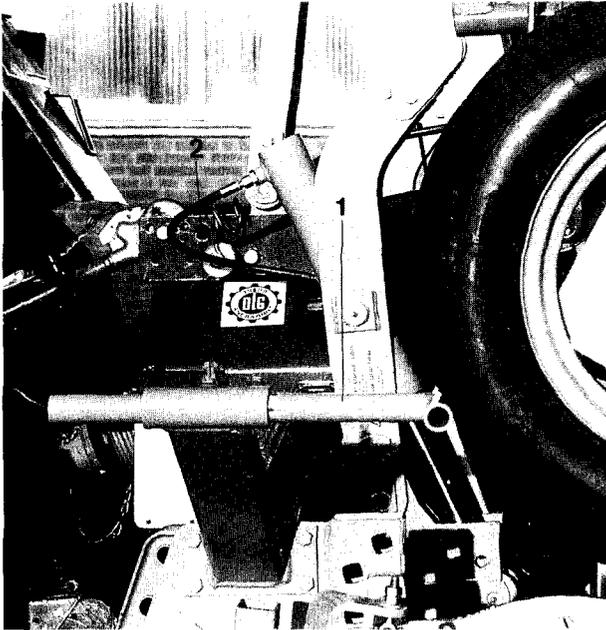

Fig.56
- △ Nach dem Anheben der Sämaschine durch den Hubrahmen werden die Stützrohre (Fig. 56/1) der Seitenstützen gegen die Reifen der Sämaschine geschoben und nach dem Absenken der Sämaschine um weitere 3 cm aus den Seitenstützen gezogen und mit je einer Schraube (Fig. 56/2) mit Kontermutter festgeklemmt.